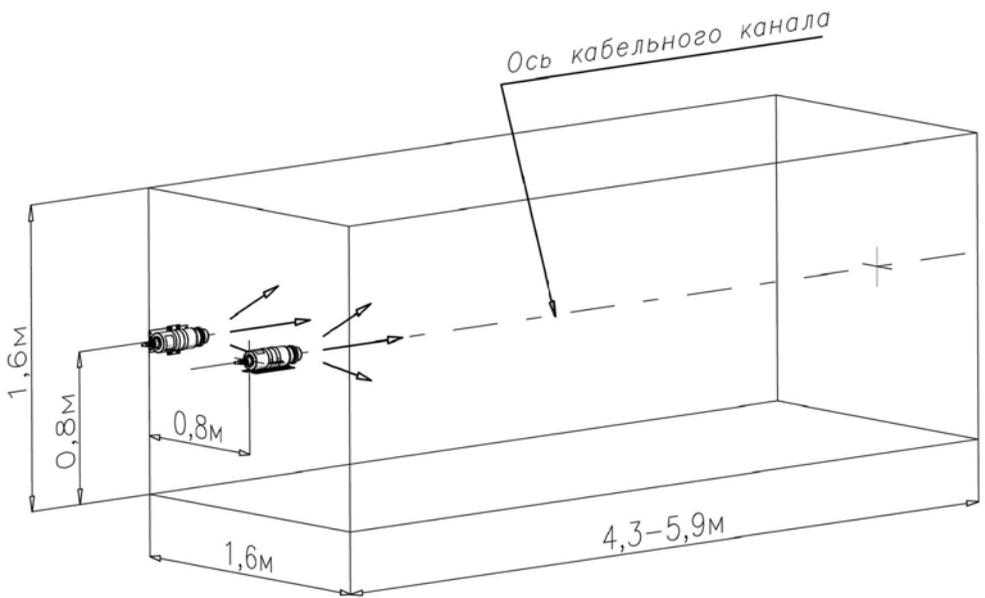

Рисунок 5. Размещение модулей «БУРАН-2,0(1к)» в кабельных каналах или подобных помещениях.
6.6 Модули «БУРАН-2,0(1к)» необходимо устанавливать вдоль оси кабельных каналов или подобных помещений. Допускается размещение данных модулей на боковых стенках вдоль оси кабельного канала см. рис. 5.